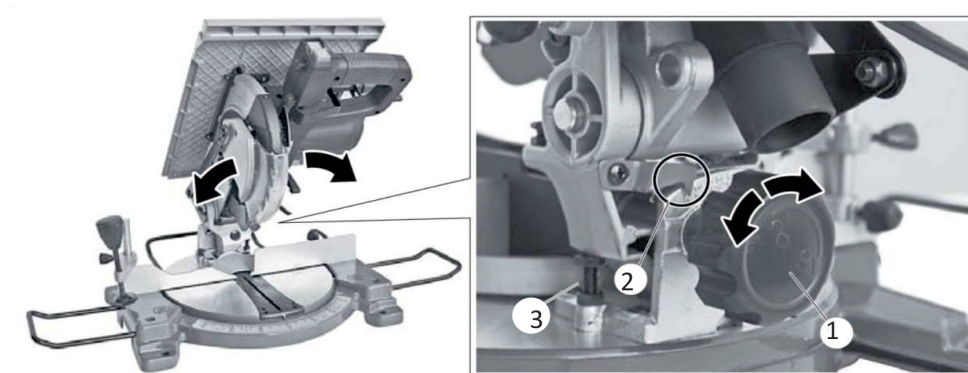

Рис. 4
3. Поверните стол, чтобы указатель встал на нужный угол на линейке скоса (Рис. 4).
Распиловка под наклоном производится поперек волокон заготовки при наклоненном пильном диске. При прямой распиловке под наклоном стол стоит под углом 0° , а пильный диск - под углом от 0° до 45° . (Рис. 4)